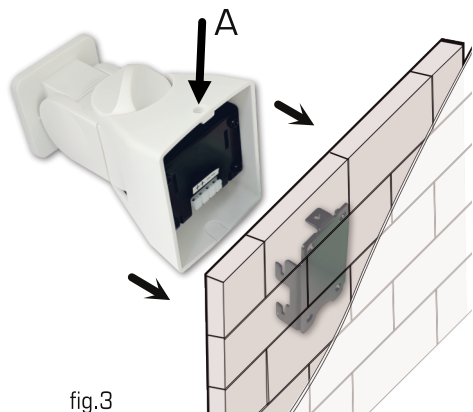

fig.3
Riferendovi alla Fig. 3, montate a parete la placca di supporto (utilizzando le viti e i tasselli in dotazione) in corrispondenza della conduttura con i cavi di collegamento. Per il corretto fissaggio della placca appoggiate la al muro e marcate con una matita i punti nei quali dovranno essere fatti i fori. Assicuratevi che dove forerete non siano presenti tubi di alcun genere. Procedete forando con un trapano il muro utilizzando la punta della misura dei tasselli, quindi appoggiate la piastra e fissatela avvitando le viti ai tasselli. Una volta collegati i cavi alla staffa, agganciate la staffa alla placca a muro, assicurandola tramite la vite da porre nel foro superiore (A).
Refer to Fig.3 to mount the support plate on the wall (using the included screws and plugs) where the duct with the connection cables is located. To fix the plate correctly, place it against the wall and mark with a pencil the points where the holes will need to be made. Make sure there are no pipes of any kind where you will drill. Proceed by drilling the wall with a tip of the same size of the anchors, then place the plate and secure it by screwing the screws into the plugs. Once the cables have been connected to the bracket, mount the bracket on the wall plate, securing it by means of the screw to be inserted in the upper hole (A).